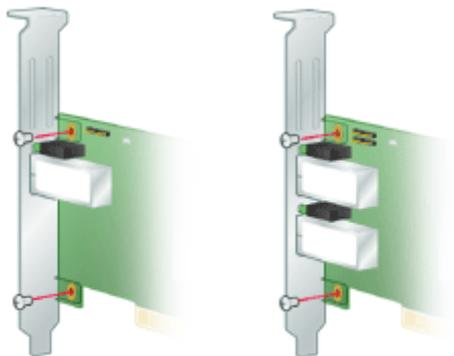

図 2 固定部品の取り外し
- a. HBA から固定部品のねじを取り外します (図 2 を参照)。